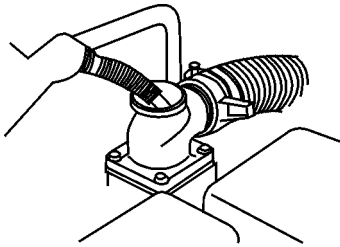

Fig. 9 – Completando a bomba com água
b. Complete a bomba com água limpa (fig. 9).